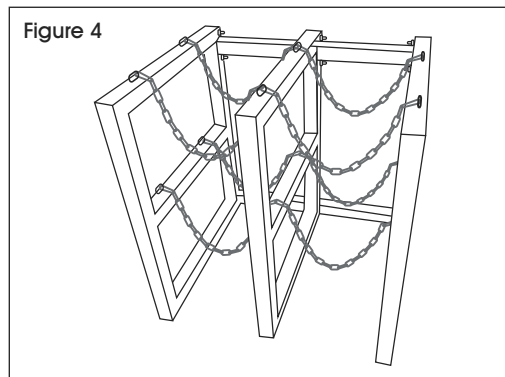

Figure 4
4. Attach chains as needed. (See Figure 4)
4. Attachez les chaînes selon le besoin. (Voir Figure 4)